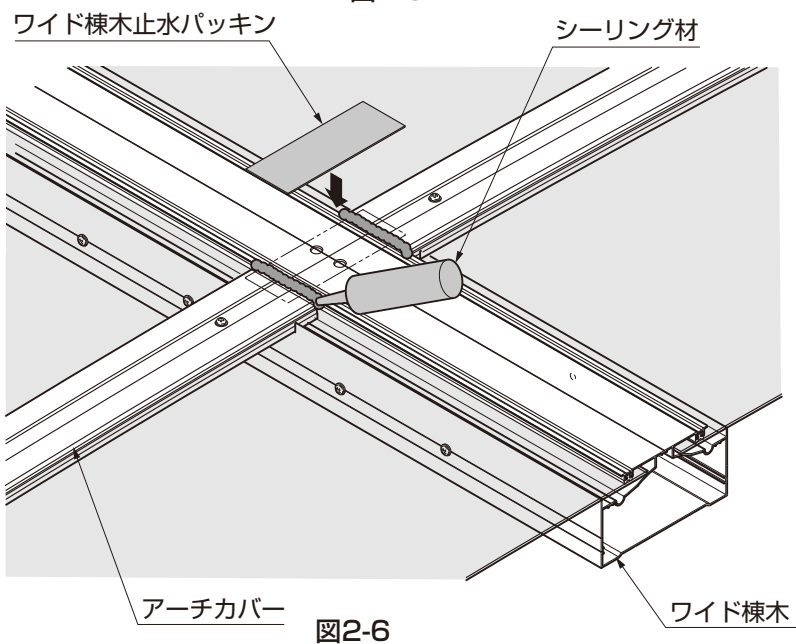

図2-6
- ②ワイド棟木の接続部分に、ワイド棟木止水パッキンを貼付けてください。(図2-6参照)